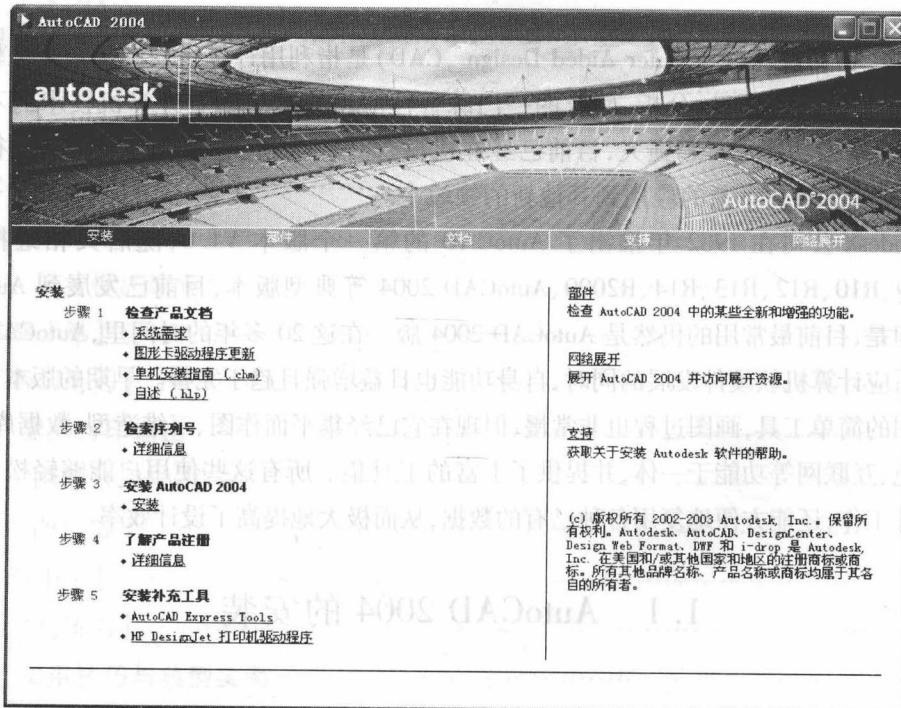

图 1-1 安装向导界面
(1) 在安装 AutoCAD 2004 之前，关闭所有正在运行的应用程序，将 AutoCAD 2004 的安装盘放入 CD-ROM 光盘驱动器，稍后即会出现 AutoCAD 2004 的安装界面。如果关闭了光盘的自动运行功能，只需要找到光盘驱动器下的“Setup.exe”文件，鼠标左键双击该文件，也可以启动 AutoCAD 2004 的安装程序，切换到“安装”选项卡，单击“安装”链接启动安装向导，如图 1-1 所示。